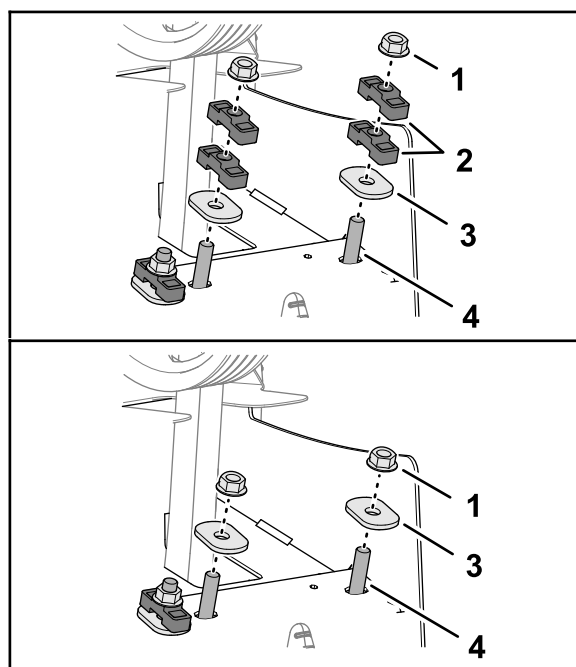

図 123
6. 硬化楕円ワッシャーとロックナットで、ダンパシャフトとスペーサを後フレームに固定する 図 123。